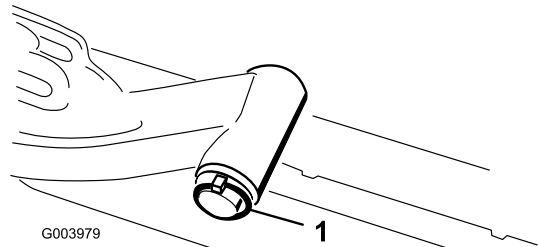

Figure 11
A. Retirez la goupille à anneau et la rondelle qui fixent l'axe de pivot du bras de relevage au bras de relevage, et sortez l'axe de pivot du bras de relevage (Figure 11).
C. Insérez l'axe du bras de relevage dans le bras de relevage et fixez-le à l'aide de la rondelle et de la goupille à anneau (Figure 11).